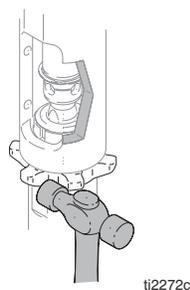

FIG. 9
3. Fig. 9. Afloje la contratuerca. Desenrosque la bomba.